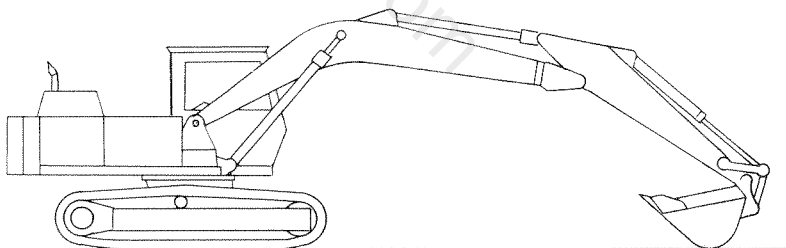

Abb. 4-23
I) Hierzu wird die Maschine zunächst wie in Abb. 4-23 gezeigt, abgestellt.